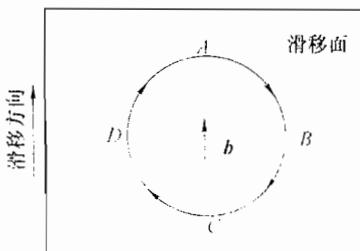

图 36-1 第三题第 5 小题图
5. 有如图 36-1 所示的一个位错环。分析位错环各点上位错的属性，并综合论述刃型位错和螺型位错的异同点。